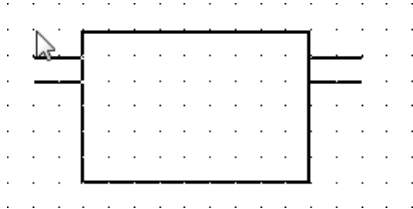

图 5-23 显示层次块符号
4) 完成设置后, 单击 **确认(O)** 按钮, 退出对话框, 光标将变为十字形状, 并带有一个原理图符号标志, 如图 5-23 所示。